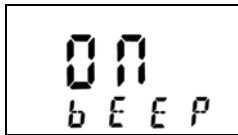

图 8
7. 蜂鸣开关设置 (BEEP): 主画面模式下进入 BEEP 设置接口(如图 8)BEEP 闪烁,轻按飞梭旋钮进入蜂鸣器设置,旋转飞梭旋钮可选择蜂鸣器“ON”开启或“OFF”关闭状态,设置完成后轻按飞梭旋钮退出,使用旋钮选择“Exit”接口保存并退出菜单